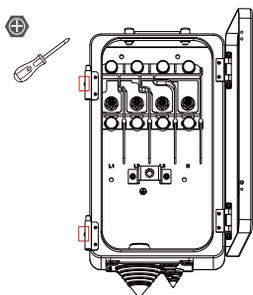

图5.7交流接线盒
- 2) 使用十字螺丝刀松开接线盒前盖上的4个螺钉，拆下接线盒的盖板。（如图5.7所示）。